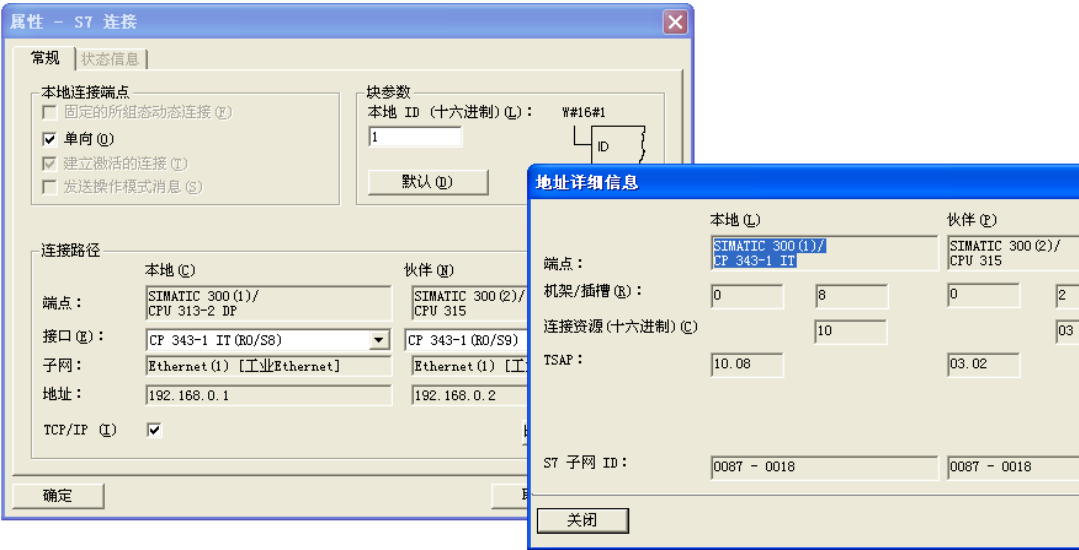

图 10-45 S7 连接属性对话框
点击“确定”按钮，出现 S7 连接属性对话框（见图 10-45）。在编程时要用到“块参数”区中的“ID”（标识）的值。本项目使用的硬件可以建立双向的 S7 连接，有的 CPU 和 CP 只能建立单向的 S7 连接。点击 S7 连接属性对话框中的“单向”复选框，建立一个单向的 S7 连接。因为是单向连接，连接表中没有通信伙伴的 ID，选中 SIMATIC 300 (2) 站点的 CPU 315 所在的小方框，连接表中没有连接信息。
选中下面的“TCP/IP”复选框，使用 IP 地址。它上面的“地址”行显示的是 CP 的以太网接口属性对话框中设置的 CP 的 IP 地址（见图 10-45）。如果未选中该复选框，“地址”行将显示 CP 的以太网接口属性对话框中设置的 CP 的 MAC 地址。